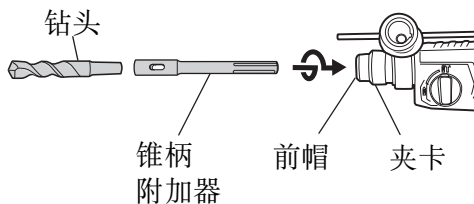
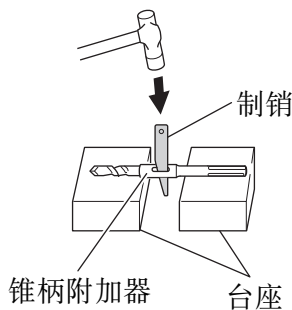

图 12
图 13
- (1) 把锥柄附加器安装在锤钻上。(图 12)
- (2) 把钻头 (锤柄) 安装在锥柄附加器上。(图 12)
- (3) 接通开关，按预定深度钻开一个孔口。
- (4) 拆卸钻头时，可将制销插入锥柄附加器的缝隙，把钻头放在台座上，用锥子敲打制销头部。(图 13)